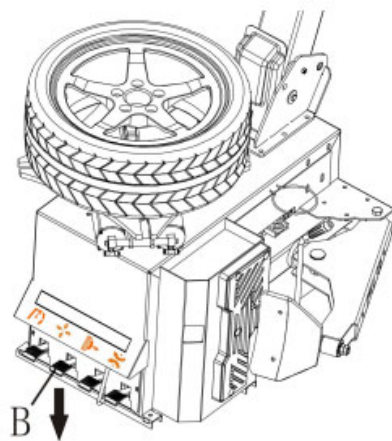

Abb.19
- Platzieren Sie das Rad auf der Drehscheibe. Drücken Sie das Pedal B. Bei asymmetrischen Tiefbettfelgen sollte die schmale Felge nach oben zeigen (Abb.19).